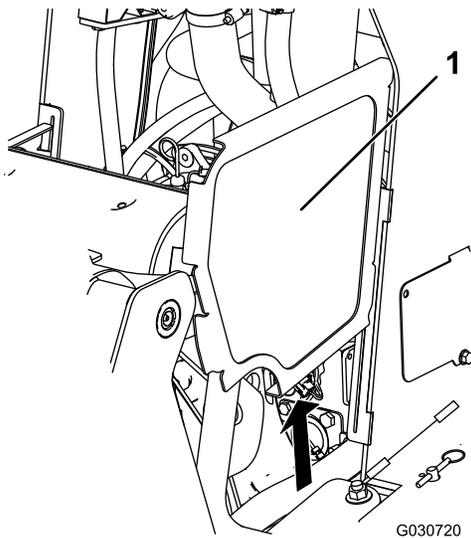

Рисунок 40
2. Сдвиньте вверх боковые решетки (Рисунок 40) и извлеките их из пазов в передних решетках и каркасе.